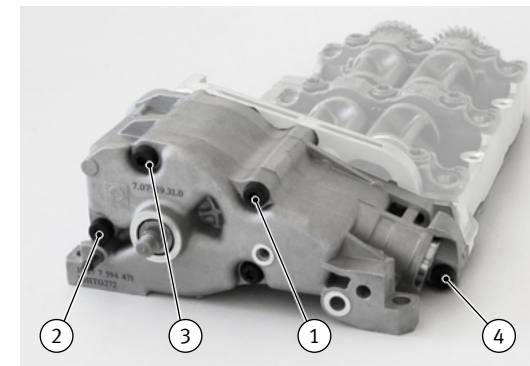

Abb. 2 / Fig. 2 / Рис. 2 / 图2
- Reihenfolge der Verschraubung: (1) -> (4) (Abb. 2)
- Последовательность выполнения резьбового соединения: (1) -> (4) (рис. 2)
- Order of screw tightening: (1) -> (4) (Fig. 2)
- Orden del atornillamiento: (1) -> (4) (fig. 2)
- Ordre du vissage : (1) -> (4) (Fig. 2)
- 螺栓连接顺序: (1) -> (4) (图 2)